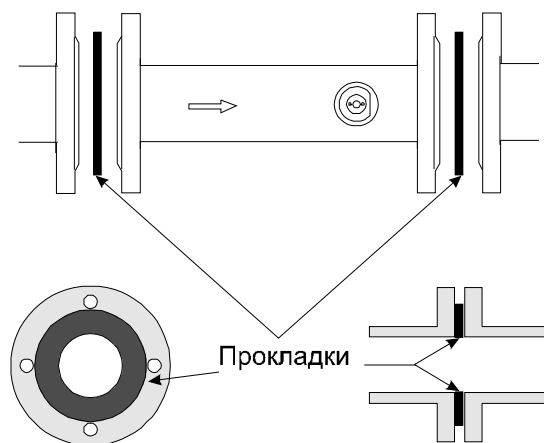

Рис. 3.4. Установка прокладок
- Ø Внутренний диаметр прокладок должен совпадать со внутренним диаметром преобразователя расхода (рис. 3.4).